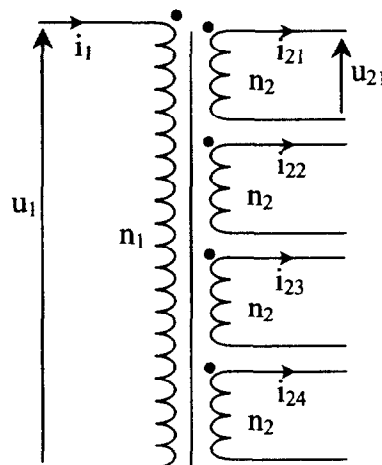

Figure 1
Etude du transformateur, alimentation 25 kV, monophasée, 50 Hz (figure 1).
- A1.5-** Que signifient les points sur la figure 1 ? Citer une méthode expérimentale permettant de les repérer.